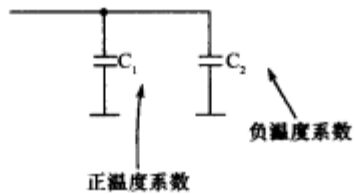

图 2-11 两个小电容并联
(3)两个小电容并联电路。如图 2-11 所示是两个相等的小电容并联电路,在这种并联电路中, C_1 一般采用聚酯电容,属正温度系数电容, C_2 一般采用电聚丙烯电容,属负温度系数电容。